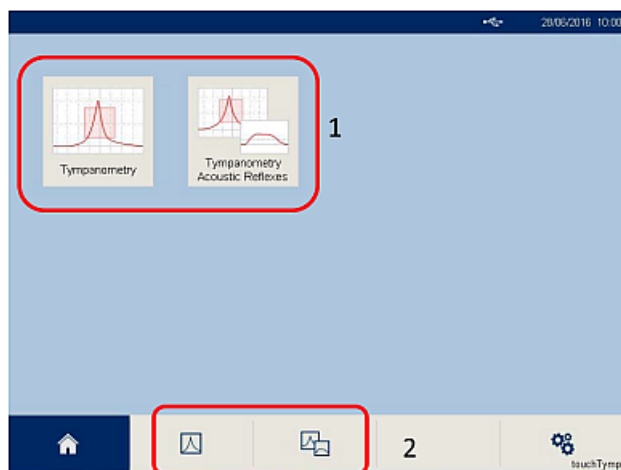

Рисунок43
В меню обследования можно перейти из Главного меню (1) или нажатием кнопок на неизменной панели функций (2) (Рисунок43).